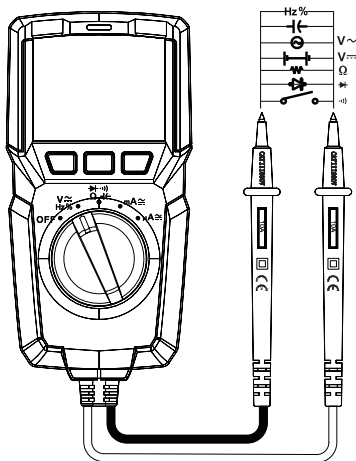

Fig. 1
Struttura (vedere fig. 1)
3. Collegare entrambi i puntali di misura all'oggetto da misurare Fig 1. Se la tensione di ingresso (CC) è negativa, davanti al valore misurato compare un meno.
2. Collegare entrambi i puntali di misura all'oggetto da misurare Fig 1.
2. Posizionare i puntali di misura sull'oggetto da misurare Fig. 1.
2. Posizionare i puntali di misura sull'oggetto da misurare Fig. 1. A seconda della modalità di misura selezionata, appare la frequenza (Hz/kHz/MHz) o il ciclo di lavoro utile (%).